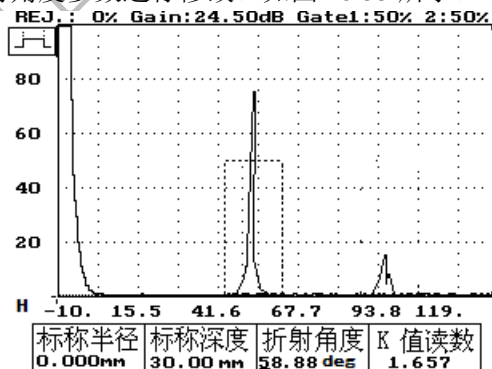

图 18-33
- (1)、按进入键——退出折角校准的测试状态，同时在“折射角度”参数下有一“—”光标，提示用户是否对折射角度参数进行修改。如图 18-33 所示。
- 7、按方向键——将虚框移到探头前沿，如图 18-33 所示。